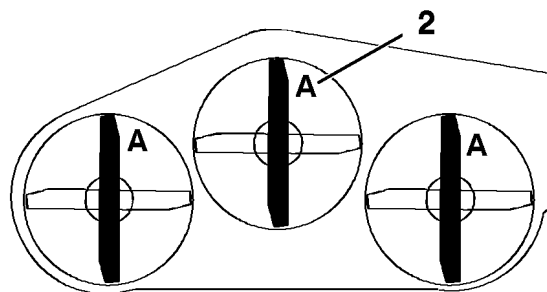

Figura 65
1. Gire las cuchillas hasta que los extremos estén orientados hacia adelante y hacia atrás (Figura 65). Mida desde una superficie nivelada hasta el filo de corte, posición A, de las cuchillas (Figura 65). Anote esta dimensión.